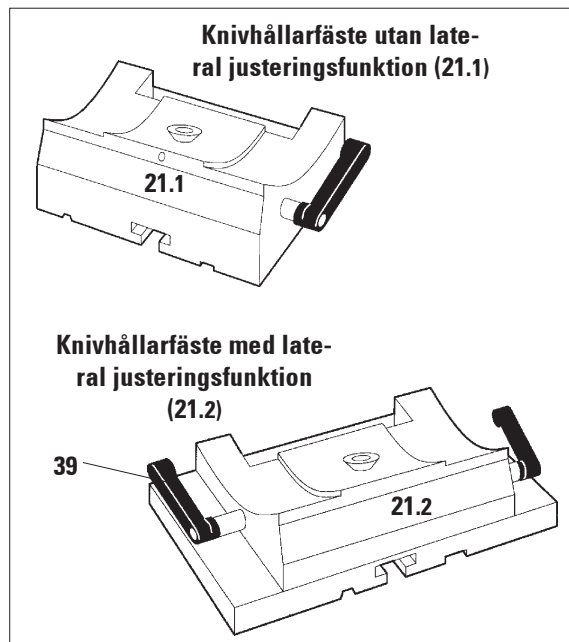

Fig. 25
- För att lossa på fastspänningsmekanismen, vrid spännsaken (39, Fig. 25) (som sitter på knivhållarfästets vänstra sida) framåt.
- Lås fastspänningsmekanismen genom att vrida spaken (39) bakåt.